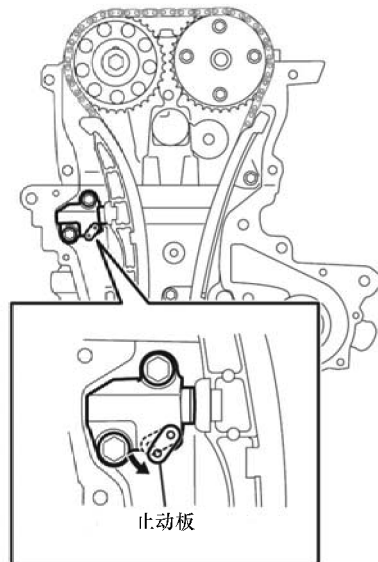

图 11-4 拉下止动板
- ③ 当柱塞被推到底部时，拉下止动板以锁止柱塞，如图 11-4 所示。